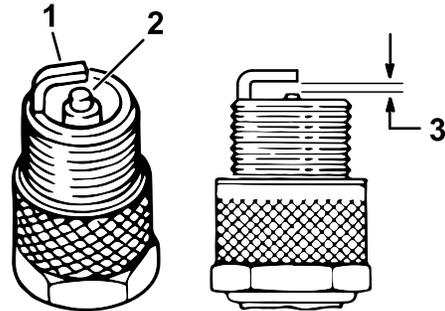

图 41
4. 检查侧电极、中心电极和中心电极绝缘体的状况确保没有任何损坏 图 41。
5. 如 图 41 所示将中心电极与侧电极之间的空隙设置为 **1mm EFI 型号** 或 **0.76mm 化油器型号**。